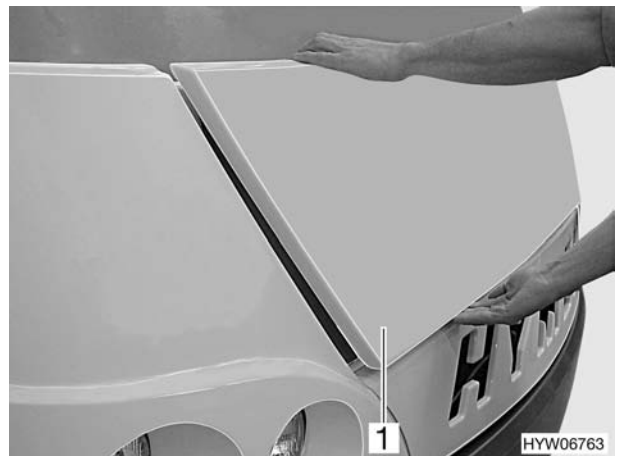

Bild 28 Bugklappe (B-Classic)
- Mit beiden Händen die obere und untere Kante der Bugklappe (Bild 28,1) außerhalb der Mitte greifen.